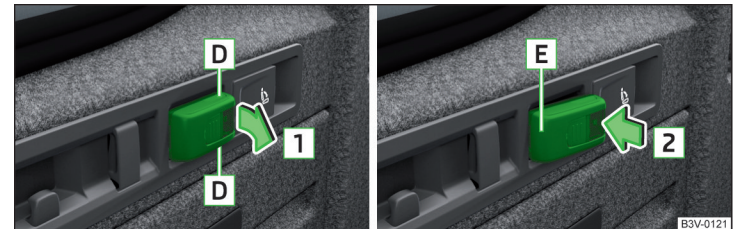

Abb. 144 Herausnehmbare Leuchte: herausnehmen / einsetzen
» Abb. 144.
- Die Leuchte zuerst mit dem hinteren Teil **E** » Abb. 144 in die Halterung einsetzen und danach in Pfeilrichtung **Z** nachdrücken, bis diese hörbar einrastet.